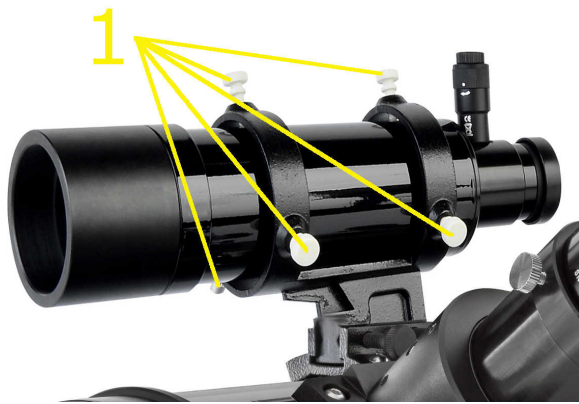

Abb. 5
6. Schauen Sie durch den Sucher und lockern oder fixieren Sie, wenn nötig, eine oder mehrere der Sucherjustierschrauben (1, Abb. 5) solange, bis sich das Fadenkreuz genau auf dem Objekt befindet, das Sie auch mit dem Okular des Hauptteleskops ausgewählt haben.